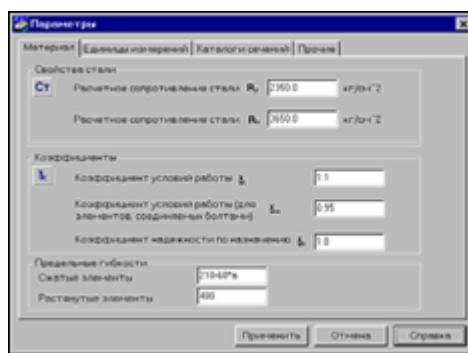

Рис. 2-5
2.3.1. Страница Материал (Рис. 2-5) дает возможность задать свойства стали (значения R_y и R_u), а также значения коэффициентов условий работы для